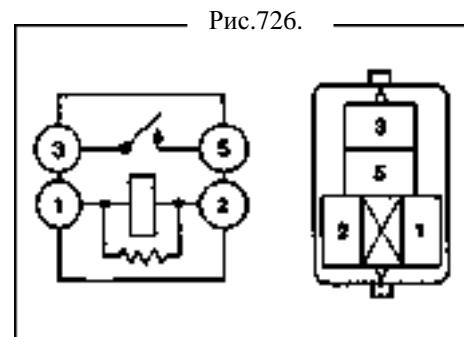

Рис.726.
9. Реле переднего противотуманного света [67000071] (рис.726).